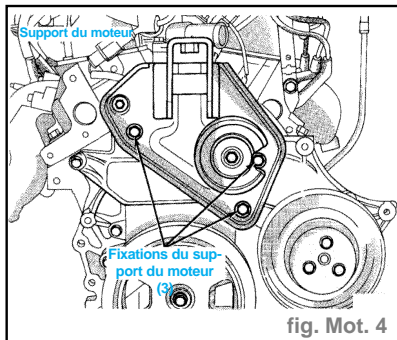

fig. Mot. 4
- Déposer le support du moteur (fig. Mot. 4).
- Poser le support du moteur (fig. Mot. 4) et serrer les fixations au couple de **5,4 daN.m**.